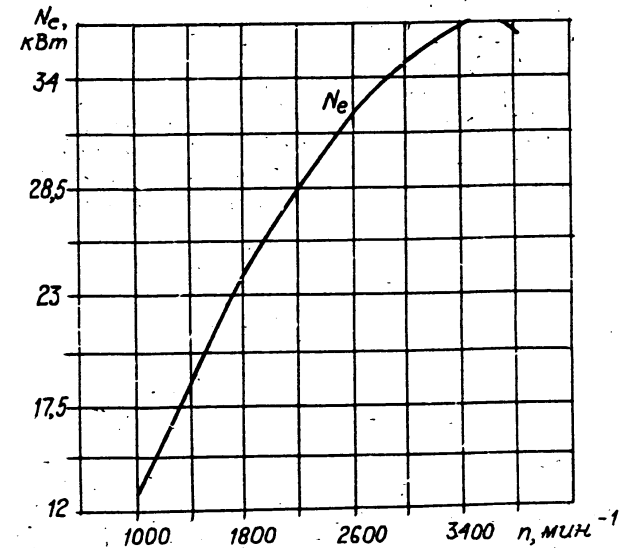

Рисунок 3.1. Скоростная (внешняя) характеристика автомобильного двигателя
3.2. Как изменится динамический фактор автомобиля при увеличении скорости с 50 до 90 км/ч на прямой передаче? При решении использовать скоростную характеристику двигателя (рисунок 3.1.). Сила тяжести  $G = 17983$  Н; радиус колеса  $r_k = 0,344$  м; передаточное число главной передачи  $i_0 = 5,125$ ; механический КПД трансмиссии  $\eta_m = 0,92$ ; фактор сопротивления воздуха  $k_w = 0,355$ ; площадь лобового сопротивления  $F = 2,1$  м2.